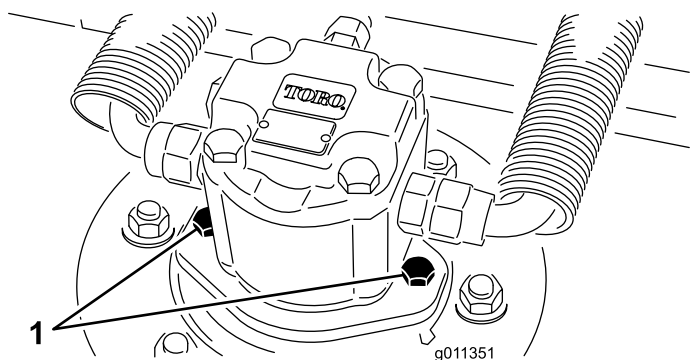

Figura 92
2. Deconectai i scoatei motorul hidraulic din unitatea de tăiere (Figura 92). Acoperii partea superioară a axului pentru a preveni contaminarea.
3. Montai motorul hidraulic la unitatea de tăiere (Figura 92). Asigurăți-vă că garnitura inelară este fixată și nu prezintă deteriorări.